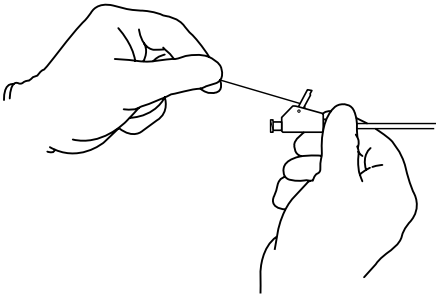

Abb. 1
- a. Die Mac-Loc-Ansatzunit mit einer Hand stabilisieren und den Faden zurückziehen, um die distale Stentschleife zu formen. (**Abb. 1**)